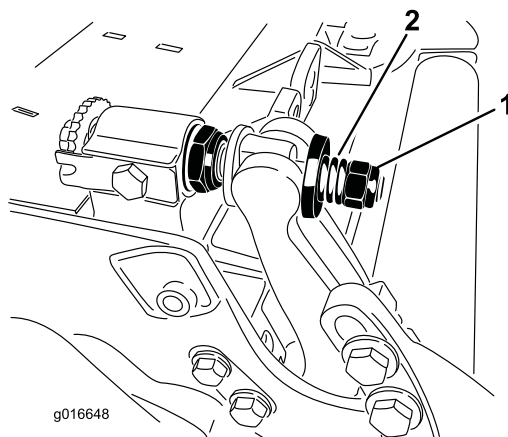

图33
5. 旋紧弹簧加压螺母直到弹簧完全压紧然后往回松开1/2圈图33。
11. 旋紧每个底刀架调节器组件上的螺母直到加压弹簧完全压紧然后往回松开 1/2 圈 图33。